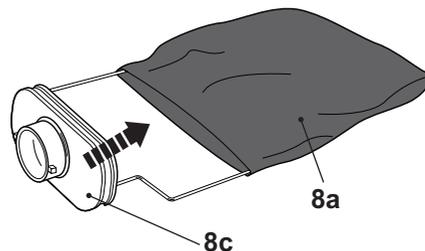

Fig. 17
- > Retirez le sac à poussières (8a) de l'adaptateur du sac à poussières (8c) (Fig.17) en tirant doucement le col élastique et videz les poussières dans un sac-poubelle adapté.